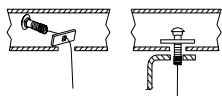

Figura 3
4. Inserte el perno de carruaje y el espaciador a través del orificio alargado en la base de los largueros del bastidor usando el cable de halar. Luego pase el tornillo hacia atrás hasta que salga a través del fondo del larguero del bastidor. Deje el cable de halar puesto hasta que el enganche esté en su lugar. Ver Figura 3.